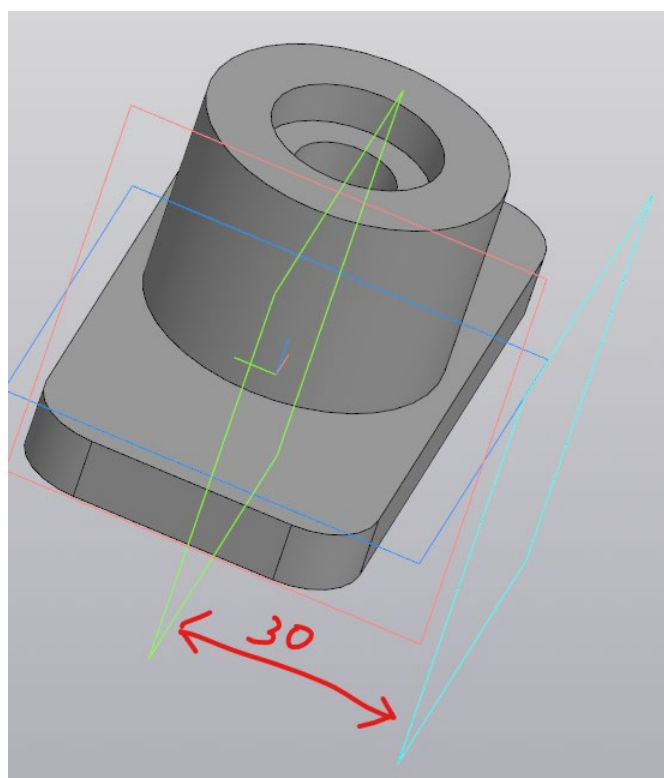

Рисунок 8 – Дополнительная смещённая плоскость
1.8 При помощи команды «Смещенная плоскость»  создайте дополнительную смещенную плоскость на расстоянии 30 мм от плоскости ZX (рис. 8).